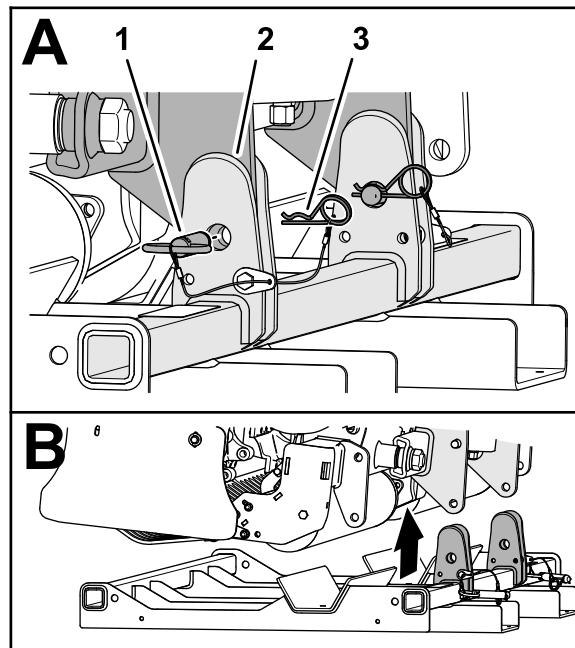

Figura 21
2. Retire las 2 chavetas que sujetan los 2 pasadores al soporte de almacenamiento (Figura 21).
3. Retire los 2 pasadores del soporte de almacenamiento (Figura 21).